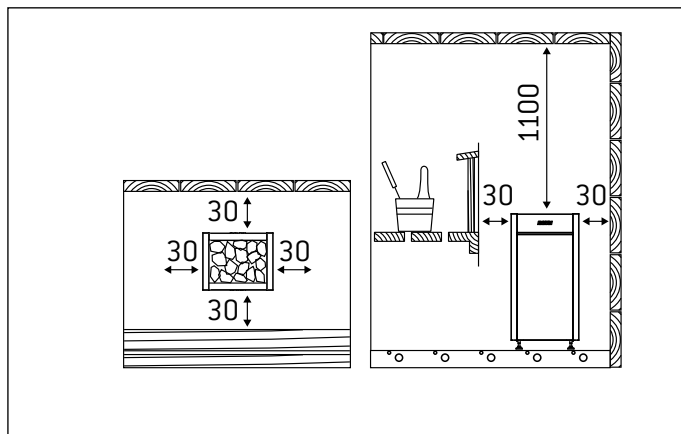

Рисунок 5. Расстояния безопасности (все размеры приведены в миллиметрах)
- При расположении каменки выполняются условия минимальных расстояний, изображенных на рис. 5 и указанных в таблице 2.
Минимальные безопасные расстояния показаны на рис. 5. При установке каменки обязательно соблюдение указанных значений. Несоблюдение указанных значений влечет за собой риск возгорания.
При установке вокруг каменки защитного ограждения должны соблюдаться минимальные безопасные расстояния, приведенные на рис. 5 либо в инструкции по установке ограждения.